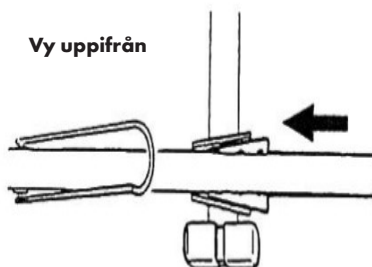

Bild 26
- För in de koniska plattorna på tvärarmarna i de koniska spåren på vaggan enligt fig. 26.